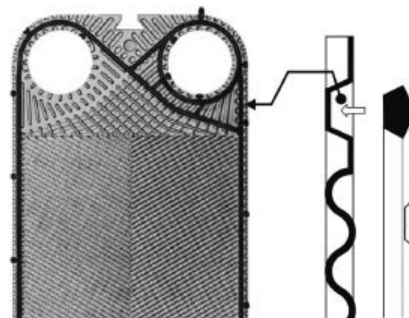
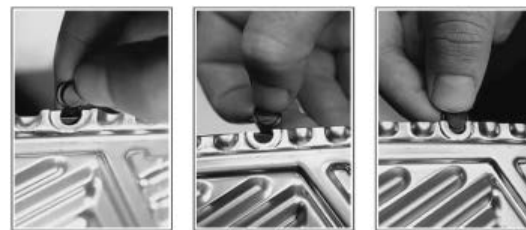

Abb. 6
Abb. 7
- Befestigen Sie die Dichtung auf der Platte (Abb. 6), achten Sie darauf, dass die Leckanzeiger „A“ nach oben weisen und dass die Plug-Ins® korrekt in ihren Aussparungen sitzen (Abb.7). Kontrollieren Sie, ob die Dichtung korrekt in der Nut liegt und wenden Sie die Platte, um zu prüfen, ob alle Plug-Ins® richtig sitzen.